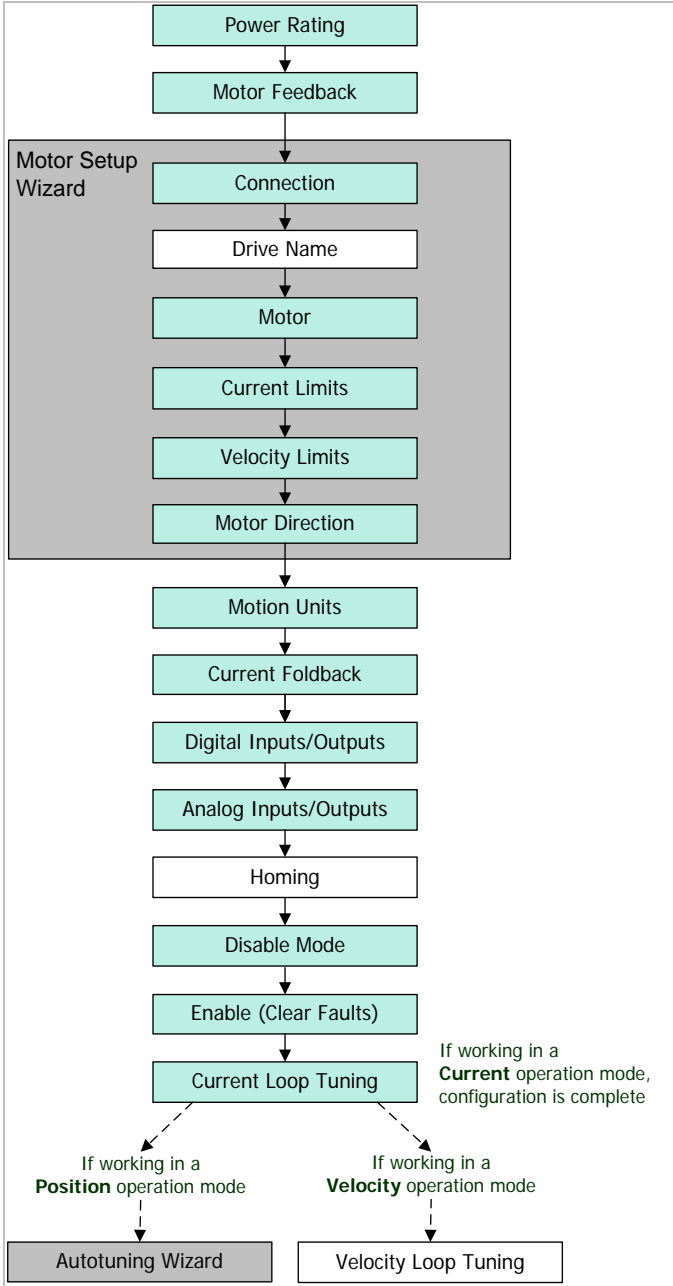

图 5-6. 建议驱动器配置流程
- 推荐依照图 5-6 所示流程完成驱动器配置，参考流程下方的详细说明。